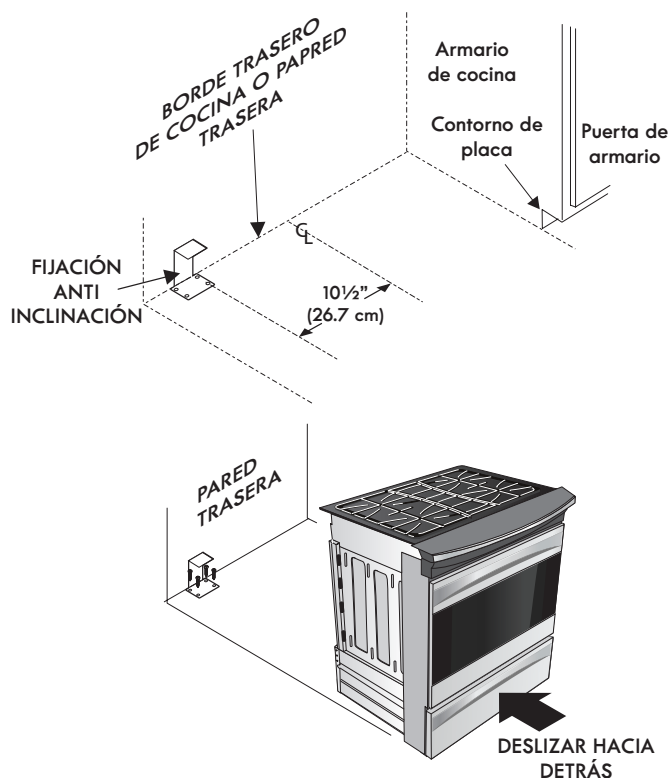

Figura 18
2. Desplegar el molde de papel y colocarlo alisado sobre el piso con el vértice posterior derecho posicionado exactamente en la intersección de las líneas central y posterior dibujadas anteriormente. (Si no se dispone de un molde, usar el diagrama incluido a continuación para ubicar las ménsulas (Figura 18)).